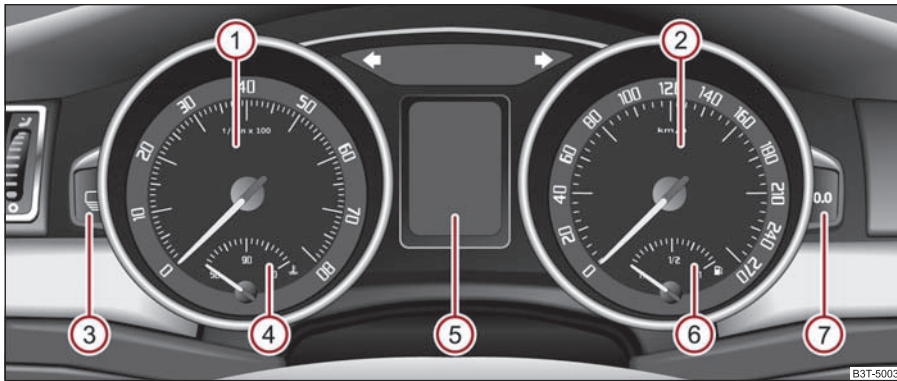

Abb. 15 Kombi-Instrument
Der rote Bereich der Drehzahlmesserskala ① ⇒ Abb. 15 kennzeichnet den Bereich, in dem das Motorsteuergerät beginnt, die Motordrehzahl zu begrenzen. Das Motorsteuergerät begrenzt die Motordrehzahl auf einen sicheren Grenzwert. ▶
Die Kühlmitteltemperaturanzeige (4) ⇒ Seite 15, Abb. 15 arbeitet nur bei eingeschalteter Zündung.
Die Kraftstoffvorratsanzeige (6) ⇒ Seite 15, Abb. 15 arbeitet nur bei eingeschalteter Zündung.